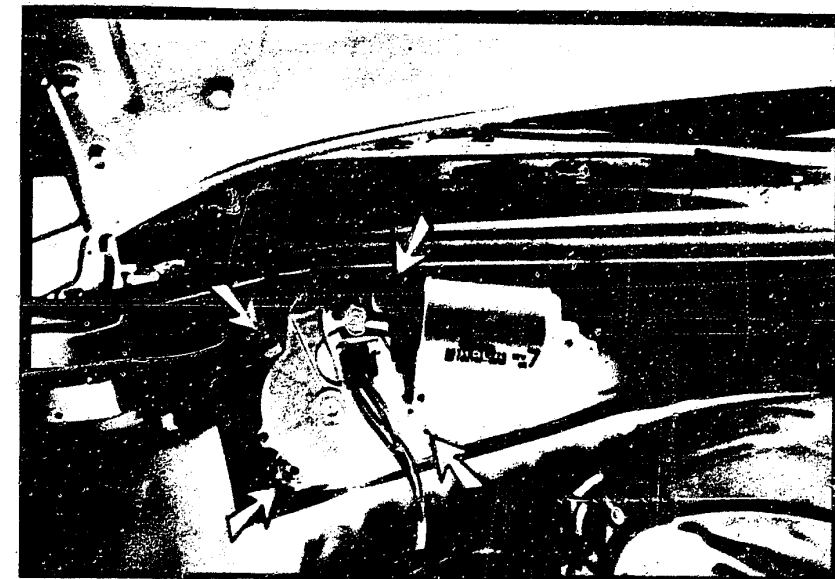

Bild 67 Für den Ausbau des Wischermotors sind die vier Schrauben (Pfeile zu lösen.
a) Der Motor für die **Frontscheibenwischer** ist motorseitig an die Stirnwand geschraubt (Bild 67). Durch Abziehen des Steckers und Lösen der vier Schrauben lässt sich der Motor ausbauen.